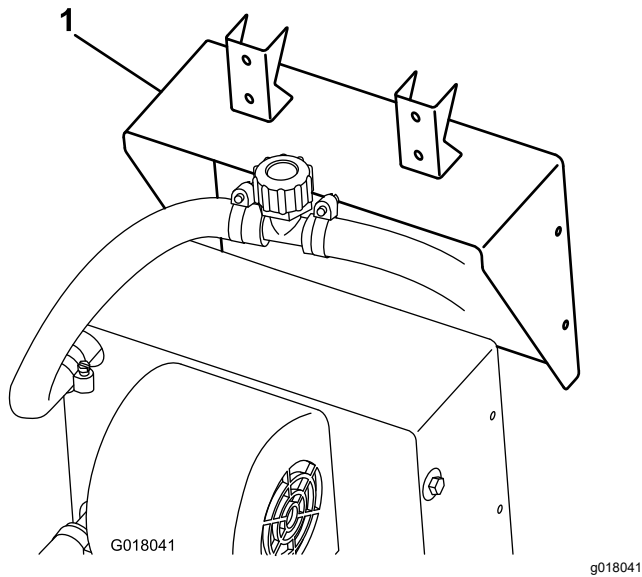

Figura 3
1. Fissate l'apposita staffa al riscaldatore utilizzando le viti in dotazione (Figura 3).